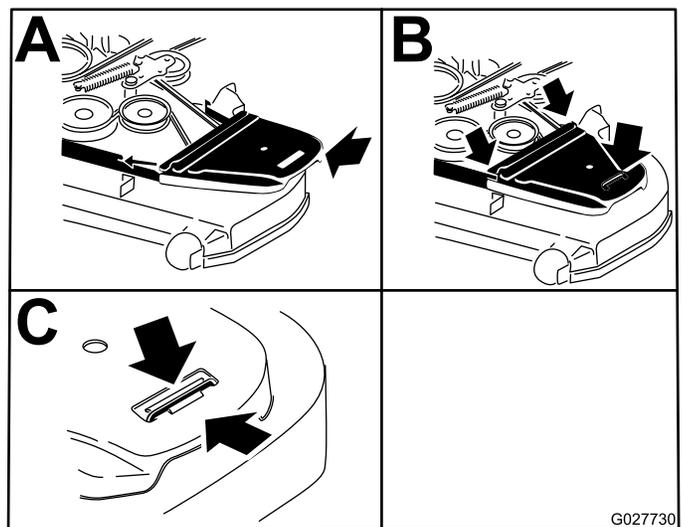

Figure 82
- Posez les couvercles de courroie (Figure 82).